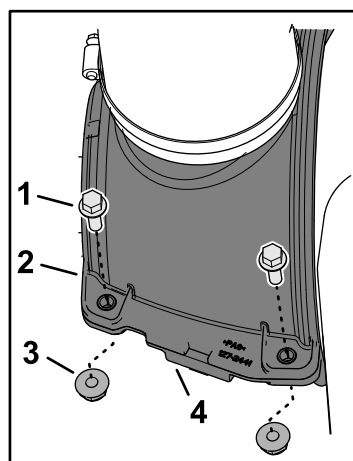

Figure 71
3. Fixez les demies coquilles et les goupilles de limite de compression à l'aide des 4 vis à embase et des 4 contre-écrous à embase (Figure 71).